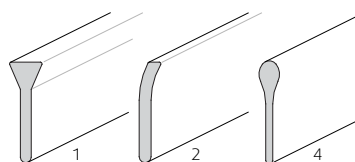

Fig. 10: Olika typer av bladform
- Det finns tre typer av blad som tillval (se fig. 10).
Typ av blad: Gallrets blad har horisontell riktning. Bladens form och avstånd i axiell riktning kan väljas som tillval (se fig. 10 eller beställningskoder).